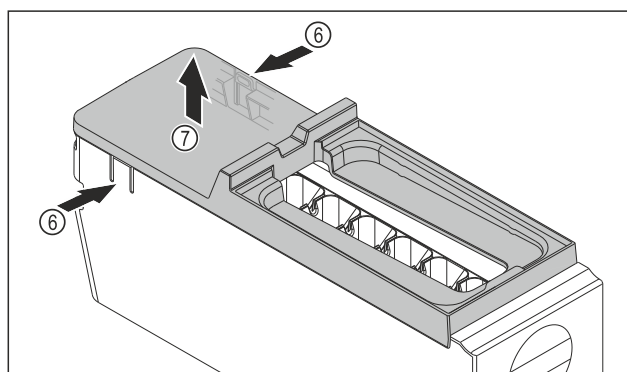

Fig. 213
- Ta bort skyddet på EasyTwist-Ice-enheten: Tryck på skenorna Fig. 213 (6) på båda sidor av EasyTwist-Ice-enheten med en hand.
- Ta bort skyddet Fig. 213 (7) uppåt med andra handen.